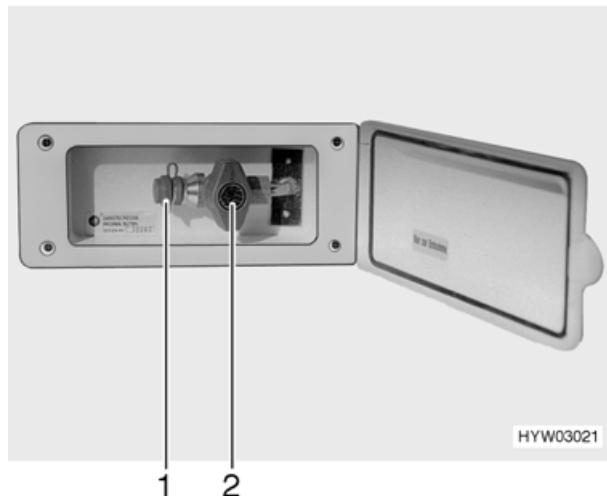

Fig. 57 Presa gas esterna, rubinetto chiuso
- Quando la presa gas esterna per il gas non viene utilizzata, chiudere sempre il rubinetto (Fig. 57,2).
- Accertarsi che dopo aver collegato l'impianto a gas e aver aperto il rubinetto non fuoriesca del gas dalla presa esterna (Fig. 57,1). Se la presa gas esterna perde, il gas si disperde nell'atmosfera. Chiudere immediatamente il rubinetto e la valvola principale della bombola del gas. Fare controllare la presa esterna del gas da un'officina autorizzata.
La presa gas esterna si trova (Fig. 57) sul lato anteriore destro vicino al vano portabombole.